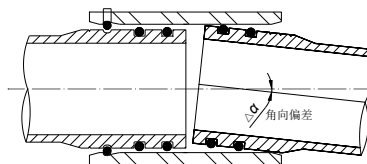

图6 双O型圈接头装配角向偏差示意图
5.3.1 双O型圈接头装配角向偏差应在允许误差范围内,见图6和表3。